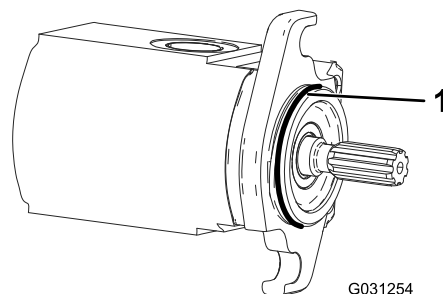

Figura 5
5. Ingrassate la piastra laterale fino a quando il grasso in eccesso non fuoriesce dallo spurgo del grasso (Figura 5).